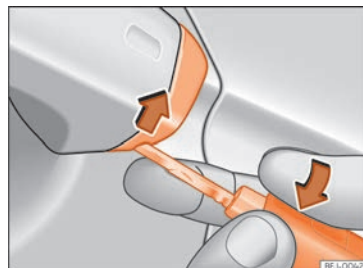

Fig. 90 Poignée de la porte du conducteur : détachez le cache en faisant levier.
- Introduisez le panneton dans l'ouverture inférieure du cache de la poignée de la porte du conducteur » **fig. 90** et soulevez le cache.